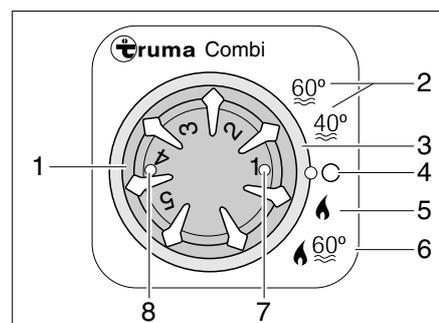

Bild 181 Bedieneinheit für Heizung/Boiler
- Betriebsart mit dem Drehschalter (Bild 181,3) einstellen.
Die Heizung wählt nach eingestellter Heizstufe selbstständig die benötigte Brennerstufe. Bei Betriebsart "Heizung und Boiler" (Bild 181,6) wird auch das Wasser im Boiler erhitzt. Die Heizung kann in der Betriebsart "Heizung ohne Boiler" (Bild 181,5) mit leerem Boiler betrieben werden.
- Temperaturdrehknopf (Bild 181,1) an der Bedieneinheit auf gewünschte Heizstufe stellen.
- Drehschalter (Bild 181,3) auf Winterbetrieb "Heizung ohne Boiler" (Bild 181,5) oder auf Winterbetrieb "Heizung und Boiler" (Bild 181,6) stellen.
Grüne Kontroll-Leuchte (Bild 181,7) leuchtet.
- Drehschalter (Bild 181,3) auf "O" (Bild 181,4) stellen.
Die Kombination Gasbetrieb und 230-V-Elektrobetrieb verkürzt die Aufheizzeit (nur möglich, wenn die Heizung an der Bedieneinheit (Bild 181) auf Winterbetrieb gestellt ist).